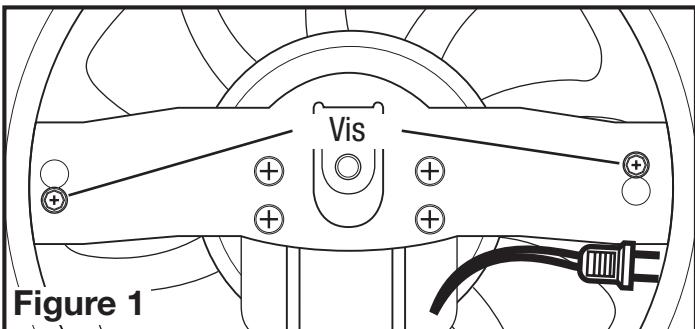

Figure 1
- Reinstall the fan's motor bracket by sliding in place and tightening the screws. Rotate the blower wheel by hand to ensure it spins freely. Now plug the fan motor into the receptacle (Figure 1).
- Enlever l'assemblage de support du moteur du châssis du ventilateur en desserrant les deux vis qui tiennent en place le support (Figure 1).
1. Réinstaller le support du moteur du ventilateur en le glissant en place et en serrant les vis. Faire tourner la roue de soufflante à la main pour vous assurer qu'elle tourne librement. Maintenant, brancher le moteur dans le réceptacle (Figure 1).